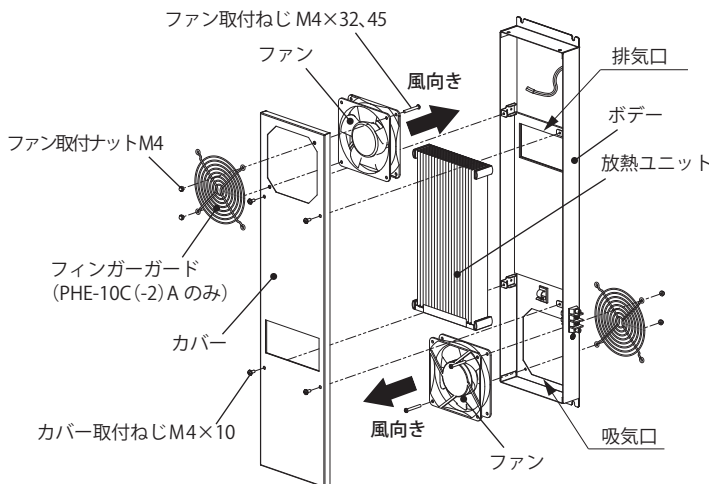

図 13
1. カバー取付ねじ M4×10 (PHE-10C (-2) A・15C (-2) A : 4 カ所、PHE-20C (-2) A・30C (-2)・40C (-2)・60C (-2) : 5 カ所) をゆるめて、カバーを取外してください。(図 13)
2. ファン取付ナット M4 をゆるめ、フィンガーガード・ファン固定ねじ (PHE-10C (-2) A : M4×32、PHE-15C (-2) A・20C (-2) A・30C (-2)・40C (-2)・60C (-2) : M4×45) を取外し、ファンを取外してください。(図 13)
- ・ファンに刻印された風向の矢印が本製品の内側に向くように取付けてください。(P.7 図 13、14)
2. 放熱ユニットを手前に引出してください。(P.7 図 13)